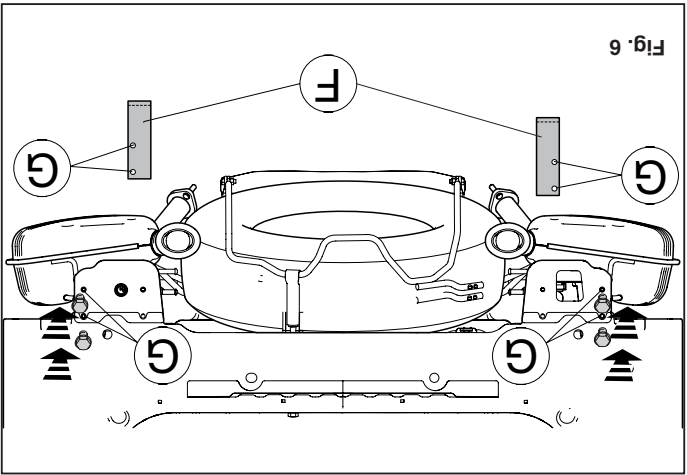

Fig. 6
14. Plaats de steunen F en bevestig deze t.p.v. de punten G. Zie fig.6.
14. Position support F and attach it at points G. See figure 6.
13. Den Auspuff in die hinteren Auspuffgurms einhängen. Siehe Abbildung 6.
14. Die Halterung F anlegen und bei den Punkten G befestigen. Siehe Abbildung 6.
14. Positionner le support F et le fixer à l'emplacement des points G. Voir la figure 6.